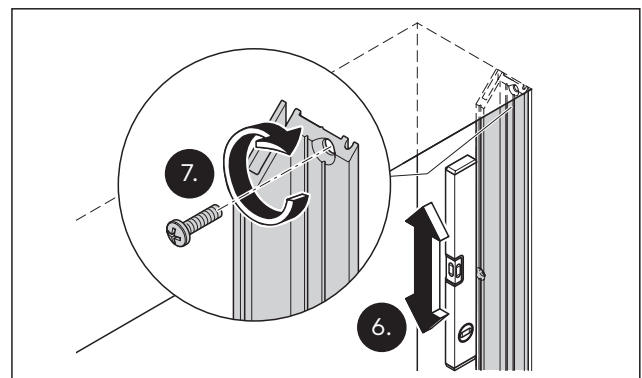

Abb. 23 Das Zargen-Adatperprofil ausrichten und befestigen
6. Das Zargen-Adatperprofil ausrichten (Abb. 23).